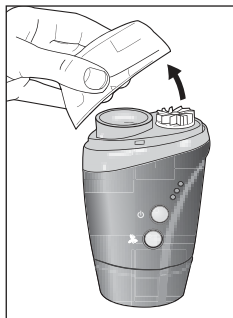

Fig. 1
3. Retire la tapa transparente del nebulizador, Fig. 1. Retire el vaso de medicación, si es que hay uno en su lugar.